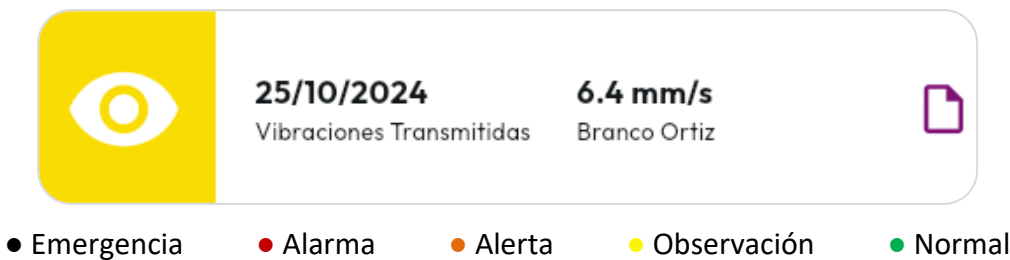

Fig. 4: Tarjeta de condición. Código de color al pie.
- Estado *Código de color, véase Fig. 4*